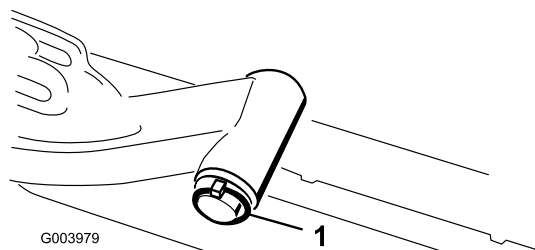

図 18
A. 昇降アームのピボットシャフトを昇降アームに固定しているリンチピンとワッシャを外し、昇降アームからピボットシャフトを抜き出す (図 18)。
C. 昇降アームのシャフトを昇降アームに差し込み、ワッシャとリンチピンで固定する (図 18)。